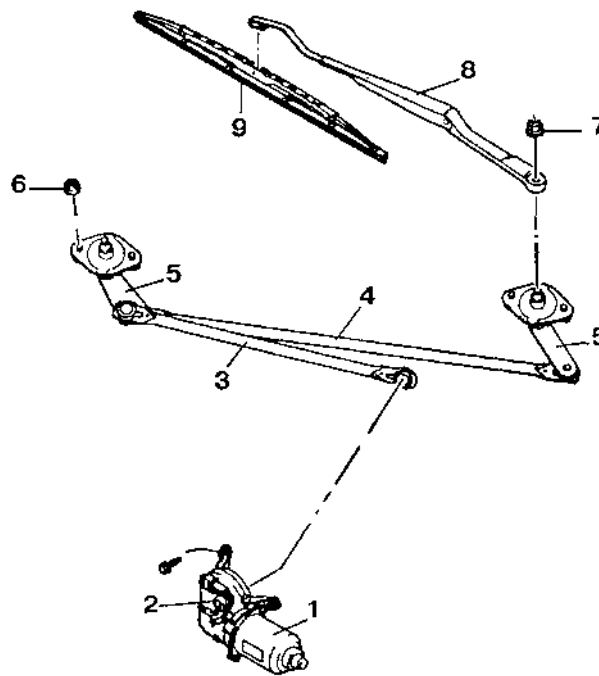

Рис. 9.32 Стеклоочиститель ветрового стекла автомобиля Sens:
Очиститель ветрового стекла автомобиля Sens двухщеточный. Рычаги 8 (рис. 9.32) с установленными на них щетками 9 приводятся в действие электродвигателем 1 через червячный редуктор 2, кривошипный механизм (преобразующий вращательное движение в качательное), тяги 3 и 4 и поводки 5 рычагов щеток.
- Открутить гайки 7 (рис. 9.32) и снять рычаги 8.